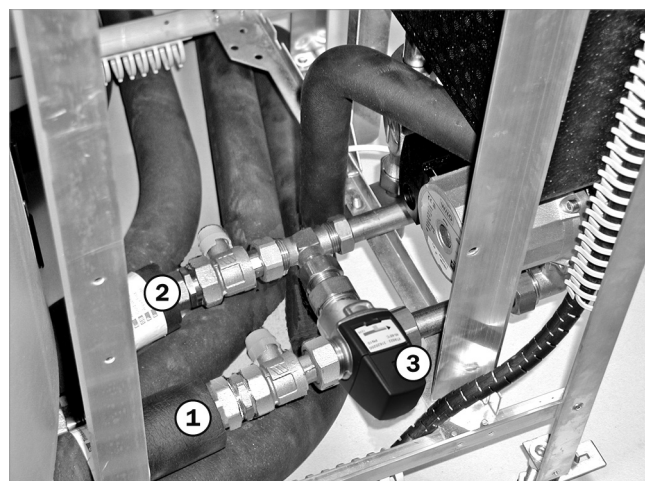

Abb. 43: Warmwasserverrohrung anschließen
Das „Thermische Mischventil“, → Abb. 43 (3), ist ab Werk voreingestellt.